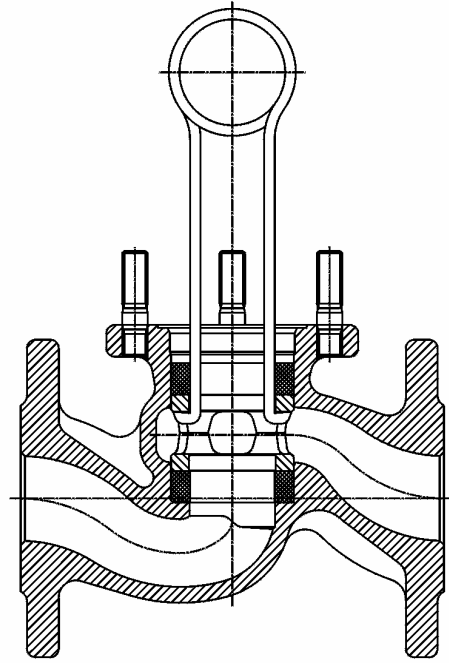

Bild 2
- Oberen Ventilring (Pos.9) und Laterne mittels Laternenzieher herausziehen, siehe Bild 2*)